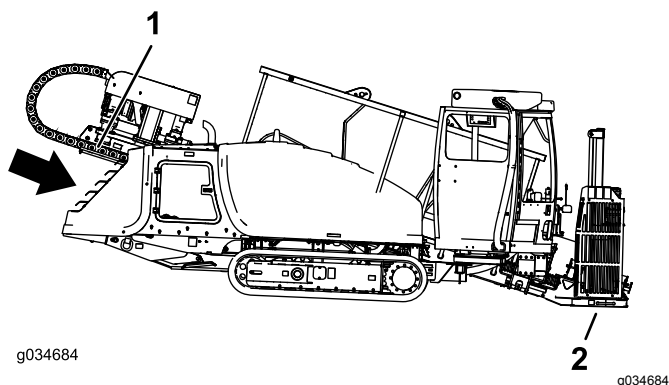

Рисунок 45
- Опустите опорную раму, наклоня буровую раму до тех пор, пока плита не коснется грунта (**Рисунок 45**).